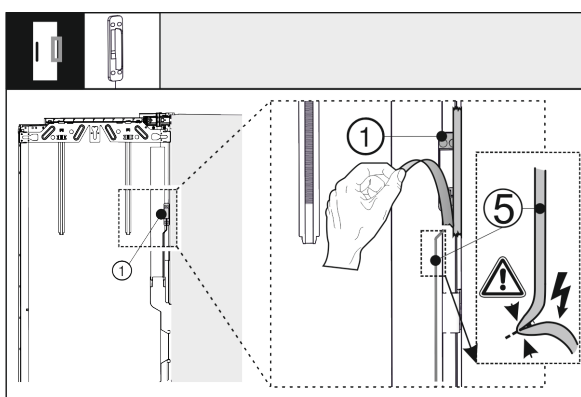

Fig. 40
- Retirer le capteur de frappe Fig. 40 (1) de la porte extérieure. Ne pas endommager le câble de raccordement Fig. 40 (5).